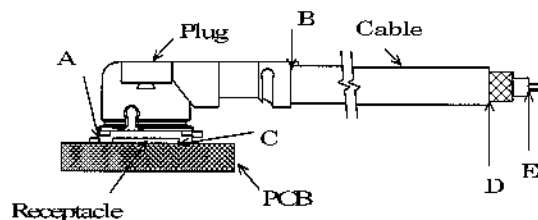

Fig.1
A. Testing: Solder the receptacle connector to the test board and mate the plug connector together, then measure the contact resistance as shown in Fig.1 by the four terminal method. Apply the low level condition in accordance with MIL-STD-202, Method 307.
A. 試験法: テスト基板にリセプタクルコネクタを半田付けし、プラグコネクタと嵌合させ、Fig. 1のように4端子法にて下記の条件で測定する。MIL-STD-202 試験法 307 に準拠。